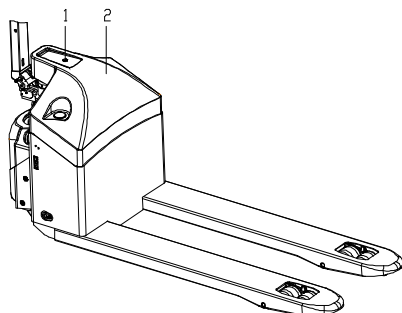

Fig.01
- (Fig.01) desaperte o parafuso 1 e retire a carcaça 2;